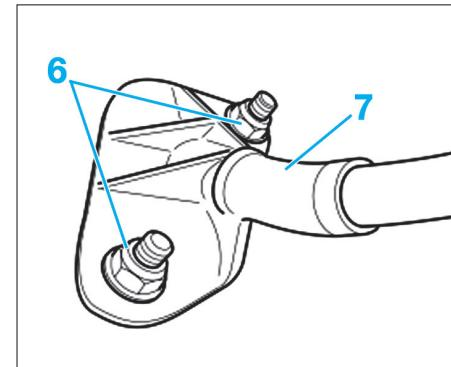

Fig. 5
- Décrocher le câble de débrayage (4) du levier de la butée d'embrayage (5).
- Dévisser les écrous de fixation (6) de la bride sur l'orifice de la cloison (7) entre compartiment moteur et habitacle (Fig.5).